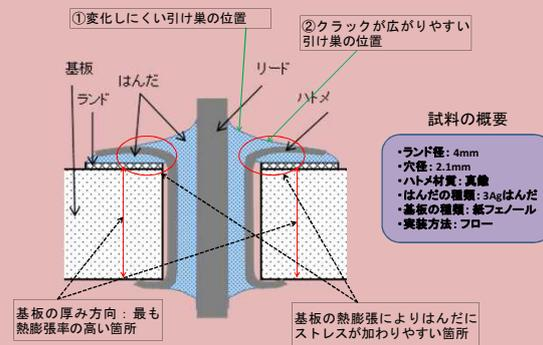

図1 はんだにかかるストレス(厚み方向)
- ◆【断面観察】基板の熱膨張によりはんだに**ストレス**がかかりやすい箇所に**引け巣がある場合、クラックに進展**していた。【表1、図1】